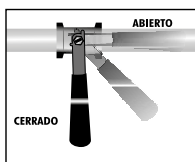

Figura 28.
- Que el maneral de la válvula de paso esté en la posición de CERRADO (**Ver figura 28**).